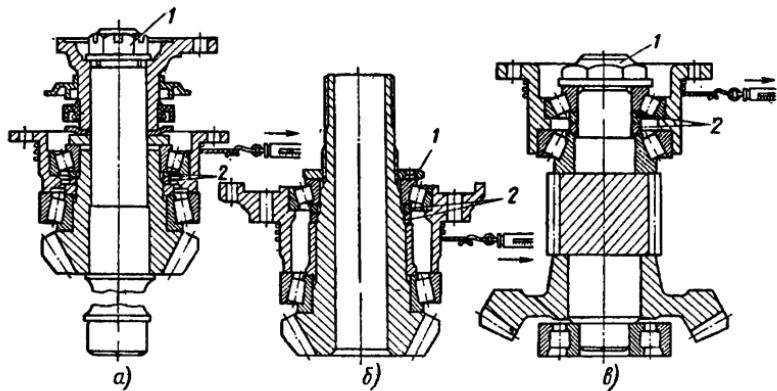

Рис. 74. Данные для проверки предварительного натяга:
1) уменьшите толщину пакета регулировочных шайб 2 (рис. 74, а и б) на величину осевого перемещения плюс 0,04... ...0,06 мм, используя шлифование или замену одной или обеих регулировочных шайб шайбами из комплекта запасных частей (табл. 2).
2) затяните гайку 1 (рис. 74, а) крепления фланца конической шестерни главной передачи заднего моста или гайку 1 (см. рис. 74, б) крепления подшипников промежуточного моста; момент затяжки должен составлять 235...353 Н · м (24... ...36 кгс · м);
- 1) уменьшить толщину пакета регулировочных шайб 2 (рис. 74, в) шлифованием, заменой одной или обеих